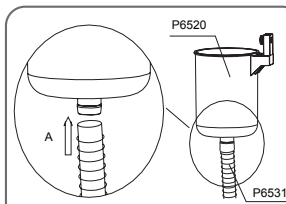

Fig. 3 / Abb. 3 / Kuva. 3 / EIK. 3 / Pvc. 3 / Rys. 3 / 3. Ábra
1. Ligue a mangueira (**P6531**) na base do corpo do skimmer (**P6520**). (Veja Fig. 3)
1. Conecte la manguera (**P6531**) a la parte inferior del cuerpo del skimmer (**P6520**). (Vea Fig. 3)
1. Schließen Sie den Schlauch (**P6531**) am Boden des Skimmergehäuses (**P6520**) an. (Siehe Abb. 3)
1. Sluit de slang (**P6531**) aan op de onderkant van de skimmer (**P6520**). (Zie Fig. 3)
1. Collegare il tubo flessibile (P6531) alla parte inferiore del corpo dello skimmer (P6520). (Vedere Fig. 3)
1. Fixez le tuyau (P6531) au fond du corps du dépollueur (P6520). (Voir Fig. 3)
1. Подсоедините шланг (P6531) к нижней части корпуса скиммера (P6520). (См. Рис. 3)
1. Podłącz wąż (P6531) do spodu korpusu skimmera (P6520). (Patrz Rys. 3)
1. Koppla slang (P6531) till skimmers undersida (P6520). (Se Fig. 3)